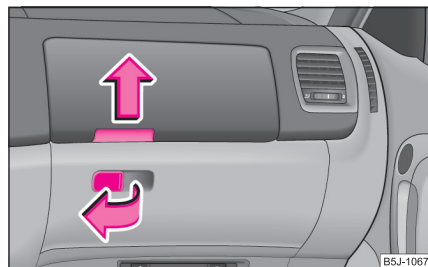

Abb. 93 Schalttafel: Ablagefächer auf der Beifahrerseite
- Ziehen Sie den Griff in der Klappe in Pfeilrichtung ⇒ Abb. 93 und klappen Sie diese auf.